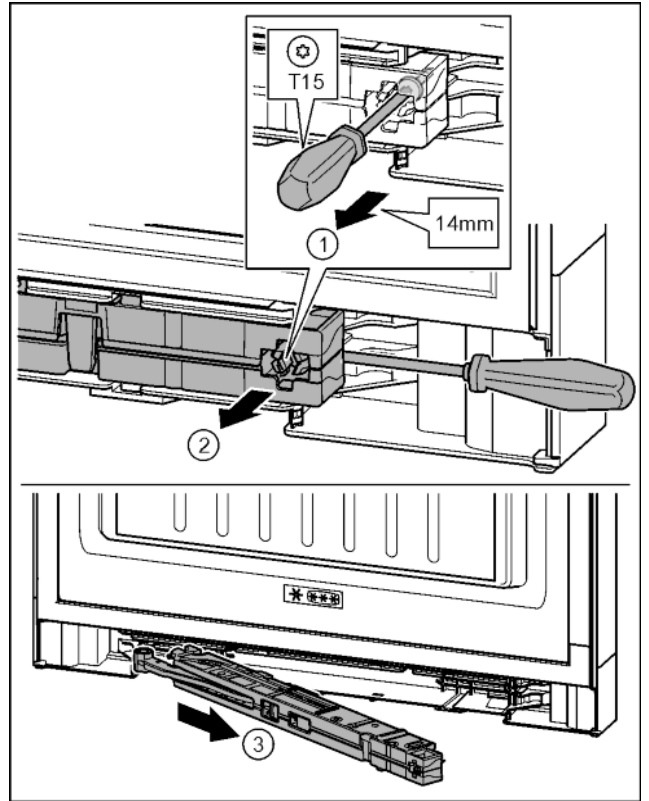

Fig. 17
- За допомогою викрутки T15 ослабте гвинт на демпферному вузлі приблизно на 14 мм. Fig. 17 (1)
- Перемістіть викрутку з боку ручки за демпферний вузол. Поверніть вузол уперед. Fig. 17 (2)
- Витягніть вузол. Fig. 17 (3)